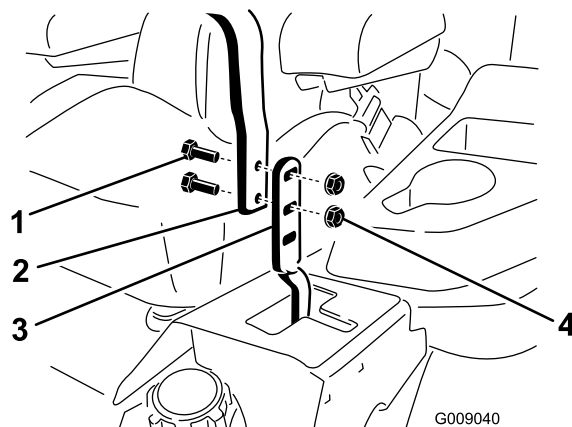

Figure 59
2. Desserrez les boulons et les écrous à embase qui fixent les poignées aux leviers (Figure 59).